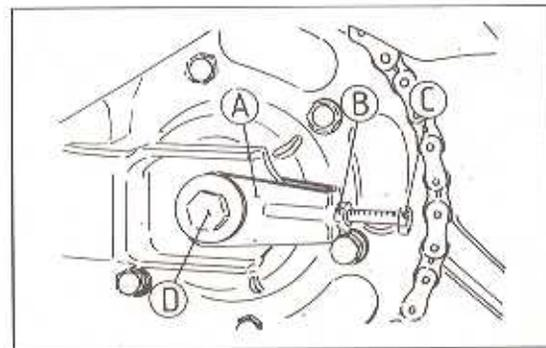

Bild 215
- Die Steckachse lösen und entfernen (Bild 215).